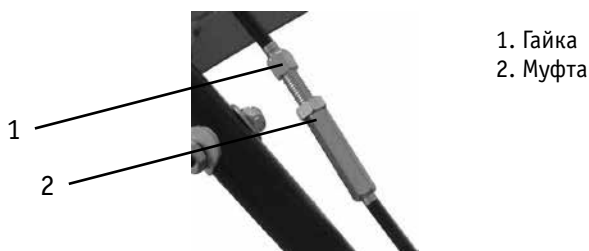

Рис. 12
5. Если вы чувствуете сопротивление при перемещении рычага переключения скоростей, ослабьте шестигранную контргайку на тросе управления приводом скоростей (**рис. 12**) и ослабьте муфту троса на один оборот.